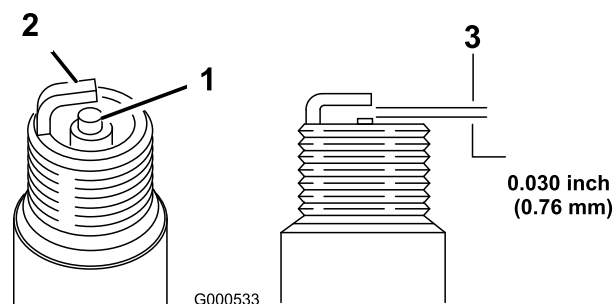

图 46
- 查看火花塞的中心 图 46。
- 检查中心电极与侧电极之间的空隙 图 46 如果空隙不正确则弯转侧电极。